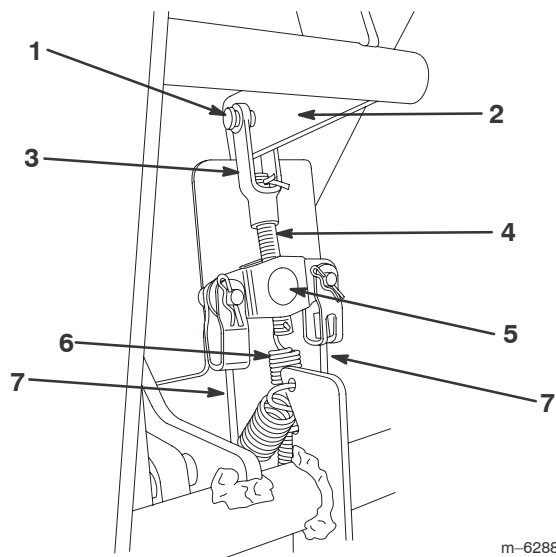

Figure 31
2. Vérifiez les câbles de frein au niveau de l'équilibreur (situé sous le tableau de bord) et évaluez à quelle hauteur l'équilibreur doit être placé sur la tige de frein pour supprimer entièrement le mou des câbles (Fig. 31).
3. Enlevez la goupille fendue et l'axe de fixation de la chape sur la tige de frein (Fig. 31).
4. Décrochez le ressort du bas de la tige de frein (Fig. 31).
6. Vissez ou dévissez la tige de frein dans l'équilibreur selon besoin pour supprimer le mou des câbles de frein (Fig. 31). Ne tendez pas les câbles excessivement.
7. Accrochez le ressort dans le trou de la tige de frein (Fig. 31).
8. Accouplez la chape de la tige de frein au levier de frein à l'aide de l'axe et de la goupille fendue retirés précédemment (Fig. 31).